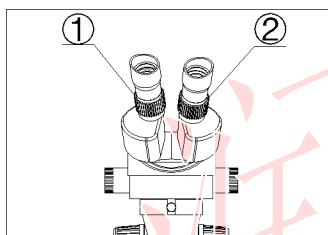

图 3
(五) 通过右边的目镜观察, 如果像不清晰, 旋转右视度调节环②使标本清晰 (如图 3)。
(七) 旋转变焦手轮到最小倍率。通过左边的目镜观察, 如果像不清晰, 旋转左视度调节环①使像清晰 (如图 3)。